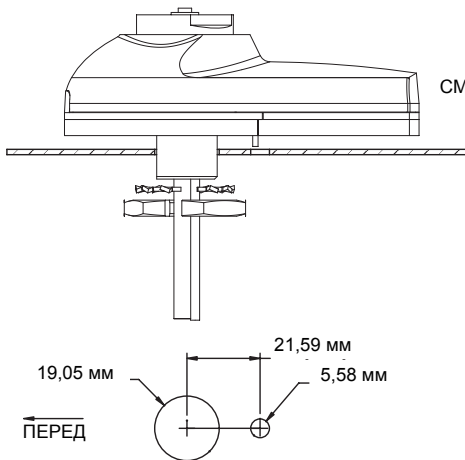

Рис. 1. Типовая установка
2. Прорежьте или просверлите сквозные отверстия в монтажной поверхности (стенке толщиной не более 12,7 мм), расположенные как показано на рис. 1.